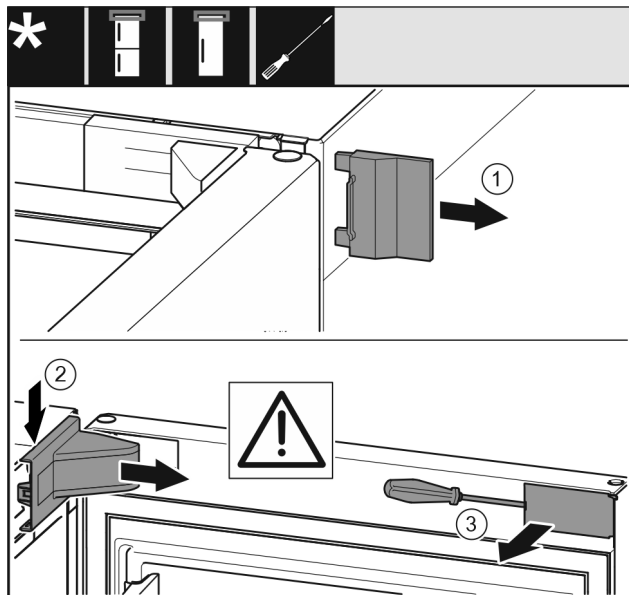

Fig. 6
- ▶ Odoberte vonkajší kryt. Fig. 6 (1)
- ▶ Odistite a uvoľnite kryt ložiskovej konzoly. Odoberte kryt ložiskovej konzoly. Fig. 6 (2)
- ▶ Kryt odistite plochým skrutkovačom a vyklopte nabok. Fig. 6 (3)